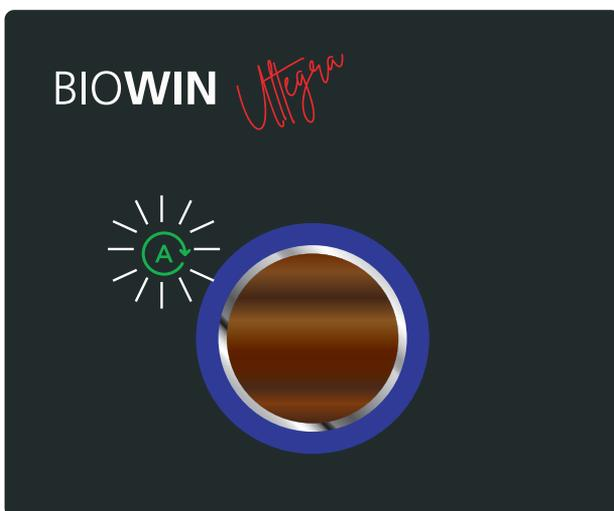
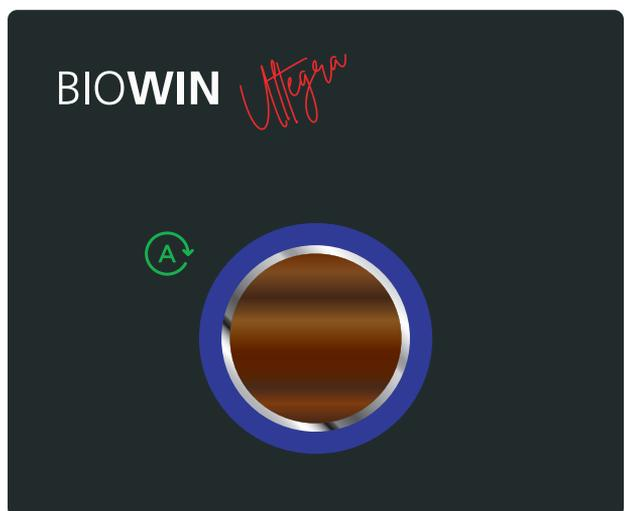

Fig. 16
Fig. 17
- Den myMagic Button auf das Symbol Automatikbetrieb  Drehen und kurz Drücken. Das Symbol  blinkt (Fig. 16) und leuchtet dann grün, der Farbring leuchtet in der aktuellen Betriebsphase – Fig. 17. Der Heizkessel wird nach den Einstellungen im Windhager-Heizungs-APP „myComfort“ betrieben.